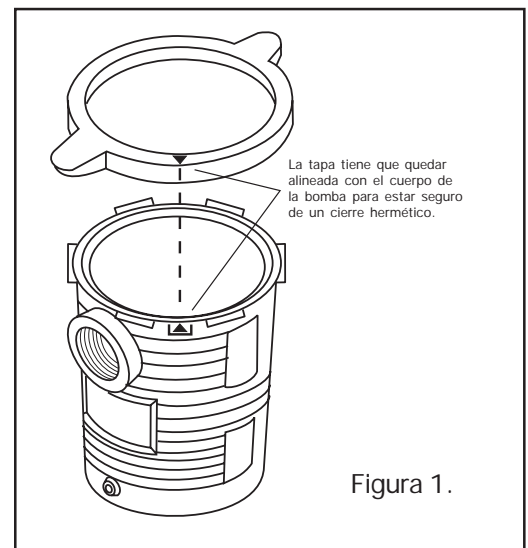

Figura 1.
8. Asiente la abrazadera y la tapa y gírelas en sentido de las manecillas del reloj. Gírelas hasta que la tapa quede abrazada al depósito (vea la figura 1). Apriétela con las manos hasta que la flecha indicadora en la espiral esté dentro de la distancia indicada en el aro de la abrazadera.